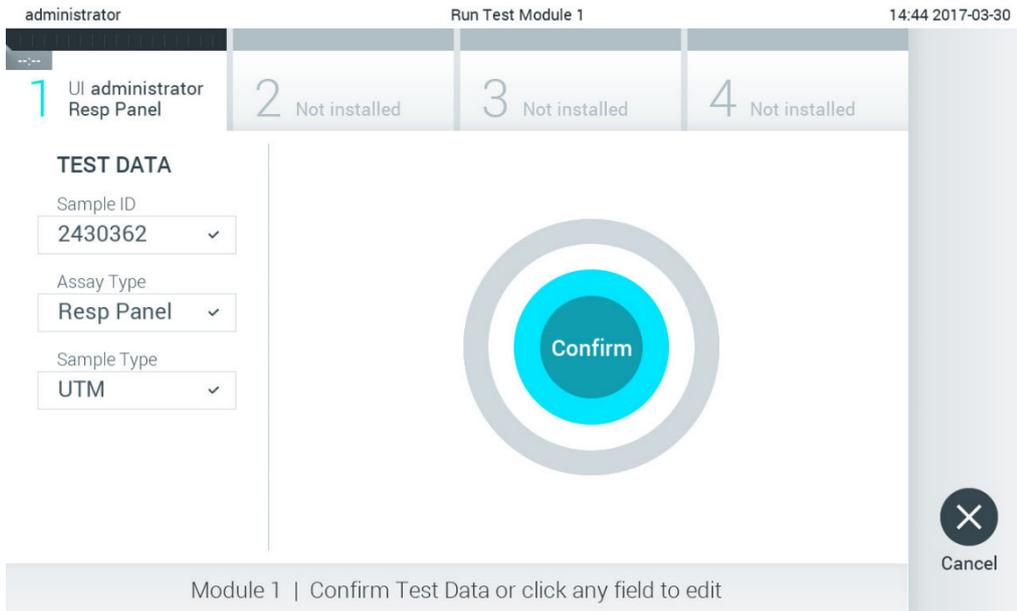

Abbildung 26. Bildschirm Confirm (Bestätigen).
5. Als Nächstes wird der Bildschirm Confirm (Bestätigen) angezeigt. Überprüfen Sie die eingegebenen Daten und nehmen Sie die erforderlichen Änderungen vor, indem Sie auf die relevanten Felder auf dem Touchscreen drücken und die Informationen bearbeiten (Abbildung 26).